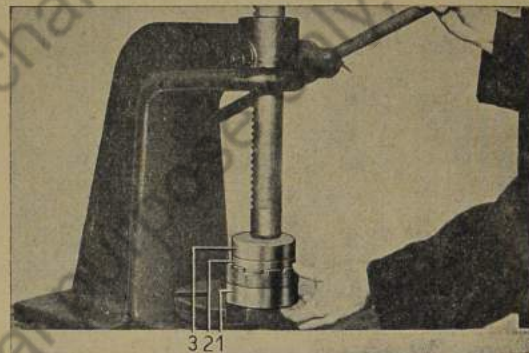

Bild 643: Schrägkugellager in Einstellbuchse einpressen
1. Schrägkugellager (642/8) für Antriebskegelrad in die Einstellbuchse (642/7) einpressen (Hebelpresse) (Bild 643).